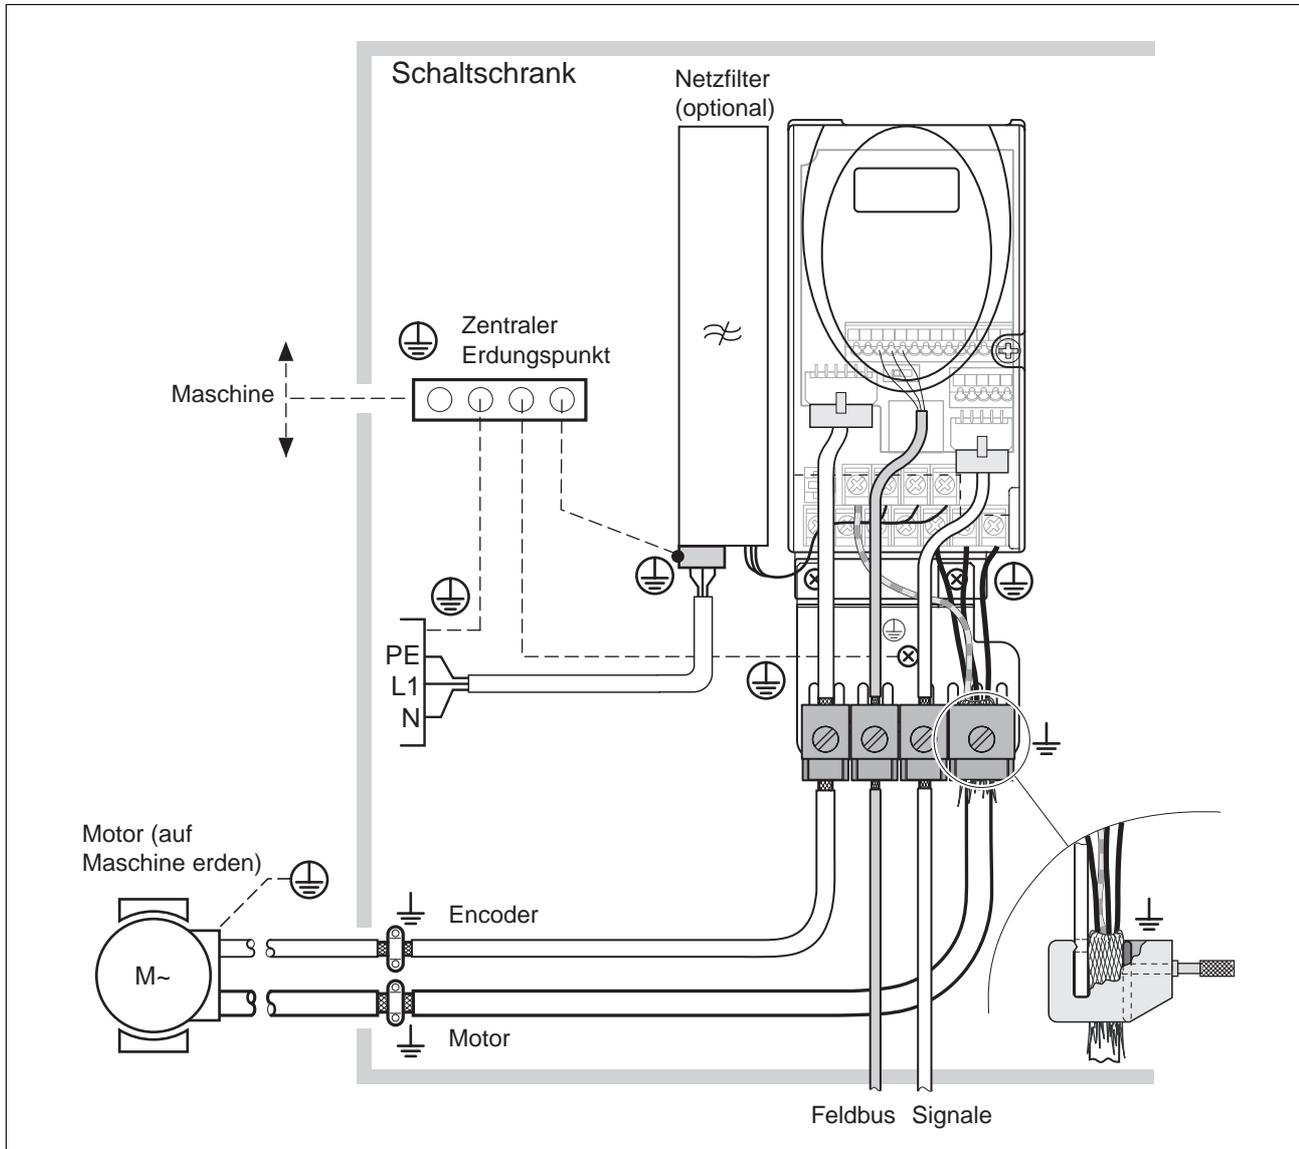

Bild 6.1 EMV-Maßnahmen¹
- ▶ Befestigen Sie die EMV-Platte unten am Gerät, siehe auch Bild 6.1, oder benutzen Sie alternative Auflageelemente (Kammsschienen, Schirmschellen, Sammelschienen).